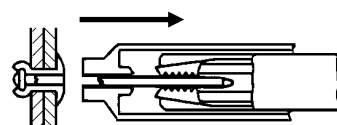

図5-6
- (5) リベットが締結されたら、リベットツールを縮めたままの状態でも材から離してください。(図5-6)
- (6) ノーズピースを下に向けて、リベットツールを最大に伸ばして、マンドレルを排出してください。マンドレルの排出を確認した後、次の締結に移ってください。